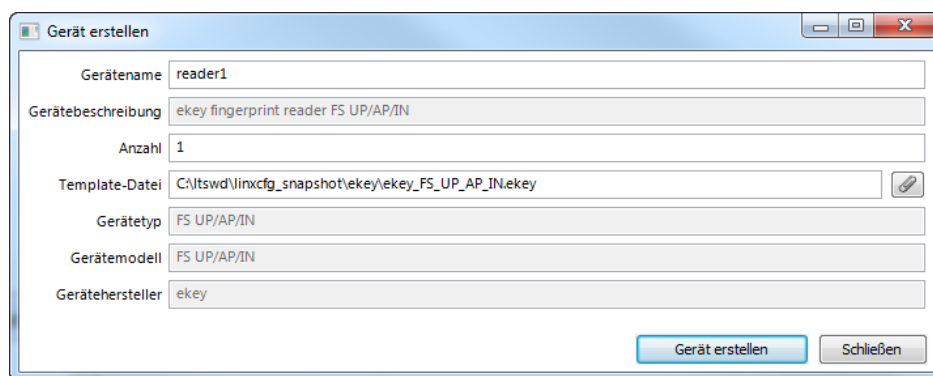

Abbildung 189: Dialog zum Erstellen von ekey-Lesegeräten
3. Im Dialog **Gerät erstellen** geben Sie einen Gerätenamen und die Anzahl der zu erstellenden Geräte ein, wie in Abbildung 189 gezeigt.